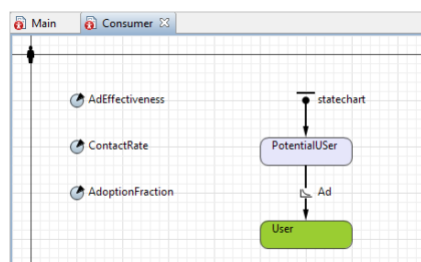

Рисунок 5.1 – Діаграма споживача
7. Додайте ще один параметр – *AdoptionFraction*, щоб визначити вплив людини на інших, число, яке ми виразимо, як відсоток людей, які використовуватимуть продукт після того, як вони вступають у контакт із споживачем. Залишіть тип параметра за замовчуванням – *double* і встановіть значення за замовчуванням 0,01. Діаграма споживача повинна виглядати так (рис. 5.1).